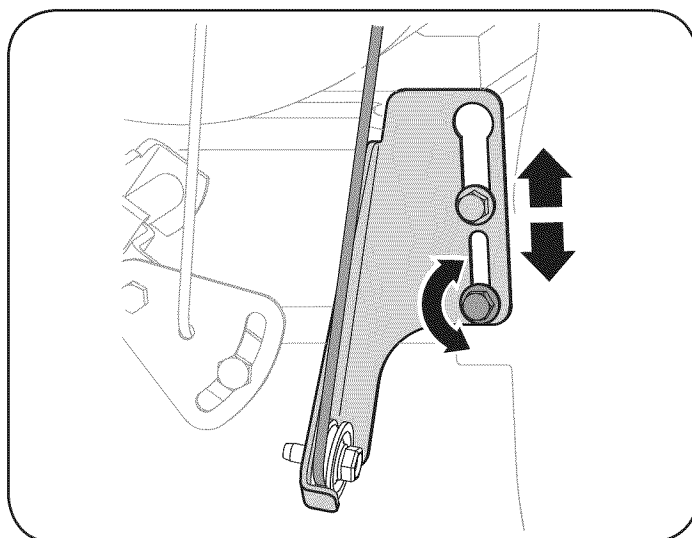

Figura 22
- b. Afloje la tuerca hexagonal inferior del soporte del cable de la transmisión. Vea la Figura 22.